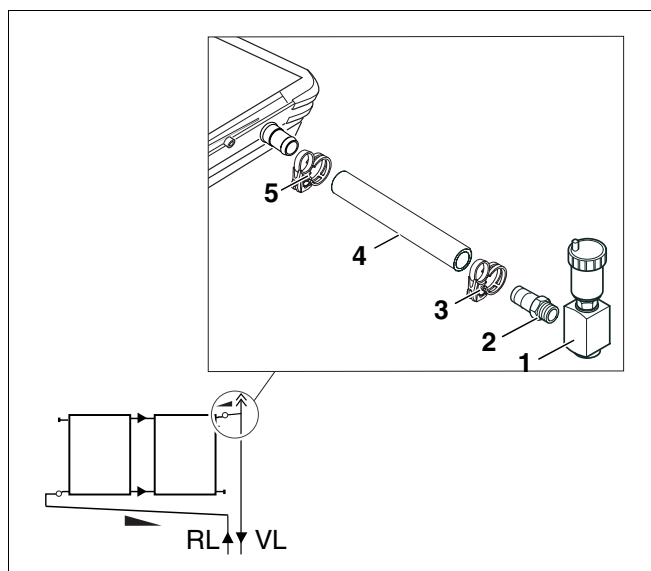

Fig. 41 Ligar a tubagem de impulsão dispositivo de purga
- ▶ Retire a mangueira solar curta previamente montada (se a saída se encontrar no lado direito) e substitua-a pela mangueira solar comprida (Fig. 41, **Item 4**) na ligação superior do último colector hidráulico.
- ▶ Fixe a mangueira solar comprida ao colector com uma abraçadeira de mola (Fig. 41, **Item 5**).
- ▶ Aplique a segunda abraçadeira de mola (Fig. 41, **Item 3**) sobre a mangueira solar comprida.
- ▶ Ligue o dispositivo de purga (acessório) (Fig. 41, **Item 1**), se possível no sótão, à mangueira solar comprida com o terminal de mangueira (Fig. 41, **Item 2**). O terminal da mangueira encontra-se incluído no conjunto básico de tubos.